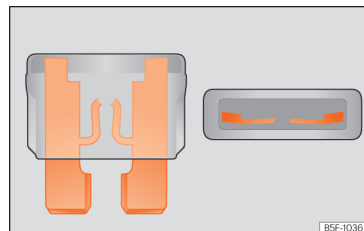

Fig. 218 Representação de um fusível fundido.
- Irá reconhecer um fusível fundido se a tira de metal estiver fundida >>> **Fig. 218.**